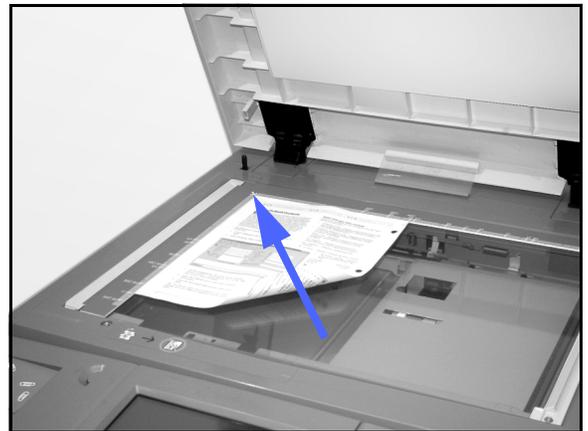

Figure 4 : Cadrage d'un document sur la glace d'exposition
- Relevez le chargeur automatique de documents (CAD) ou le cache-document puis placez le document face à copier dessous sur la glace d'exposition (voir la figure 4).